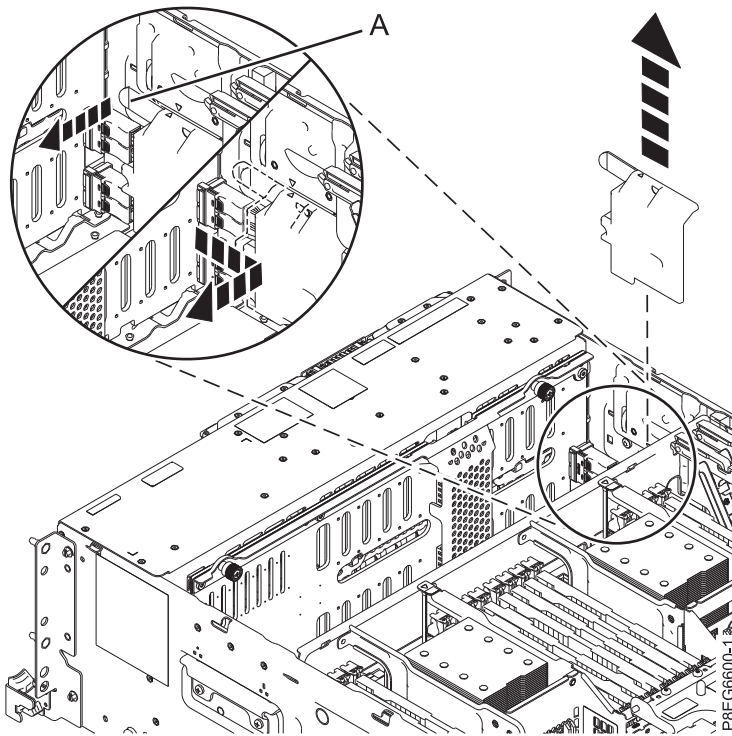

Abbildung 1. SAS-Kabelabdeckung entfernen
6. Entfernen Sie die SAS-Kabelabdeckung von der Seite des Chassis. Erfassen Sie den Griff der Abdeckung und ziehen Sie ihn heraus, um die Abdeckung zu entriegeln. Ziehen Sie die Abdeckung zurück in die dargestellte Richtung, bis die Abdeckung entfernt werden kann. Siehe Abb. 1.